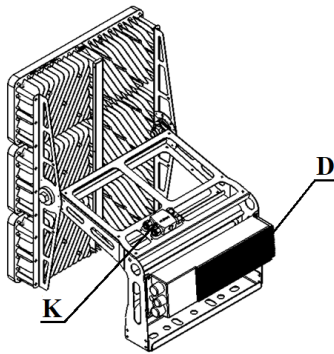

Рис.9
Для прожекторов допускается вынос драйвера на расстоянии до 200 м от световой части прожектора. Для выноса драйвера (источника питания) необходимо произвести отключение кабеля питания светодиодов между драйвером (D) и коммутационной коробкой (К) рис.9, произвести его демонтаж с лиры прожектора, отнести на расстояние, не превышающее 200 м и произвести подключение драйвера к светодиодным модулям соединительным кабелем, соблюдая полярность подключения, где V1, V2, V3 – клеммы подключения светодиодного блока.